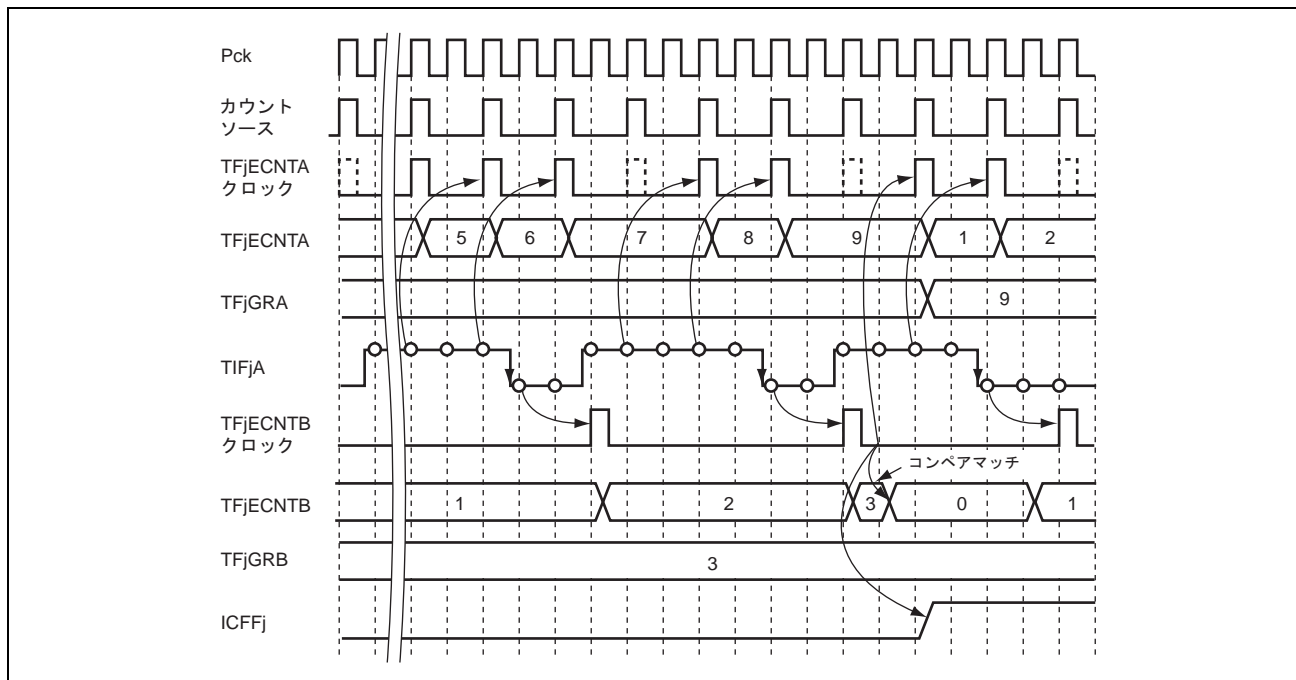

図 21.18 入力"H"レベル期間計測の動作例 (キャプチャ動作時に TIFjA が"H"レベル)
- **TFjECNTA** : クロックバス 0~5 のいずれかをカウントソースとし、TIFjA をイネーブルとしてカウントアップを行います。すなわち、TIFjA に"H"レベルが与えられている時間を計測します。TFjECNTB カウンタのコンペアマッチの検出後、次のカウントソースクロックに同期してカウント値をクリアします。コンペアマッチによるカウントクリアの際に、TIFjA に"H"レベルが与えられていた場合は、カウント値は H'0000 0100 となります。この例を図 21.18 に示します。